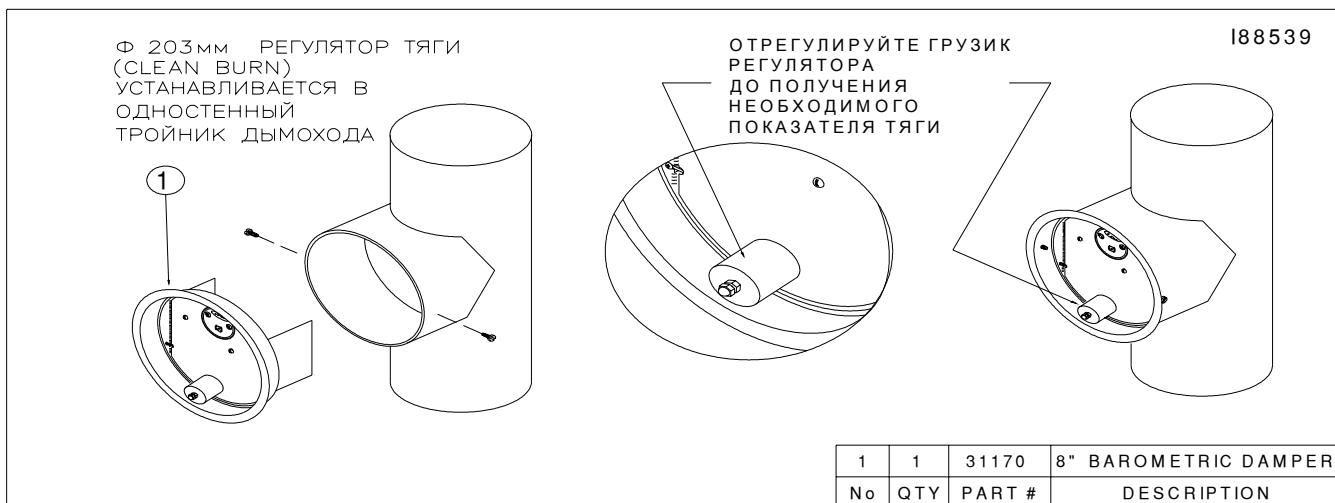

Рисунок 4J – Установка регулятора тяги
- При установке используйте рисунок 4J. Установите однослойный Т-образный компонент в 1-ю вертикальную секцию дымохода в пределах 0.3 - 1 метра от отверстия выхода дымохода на корпусе котла.